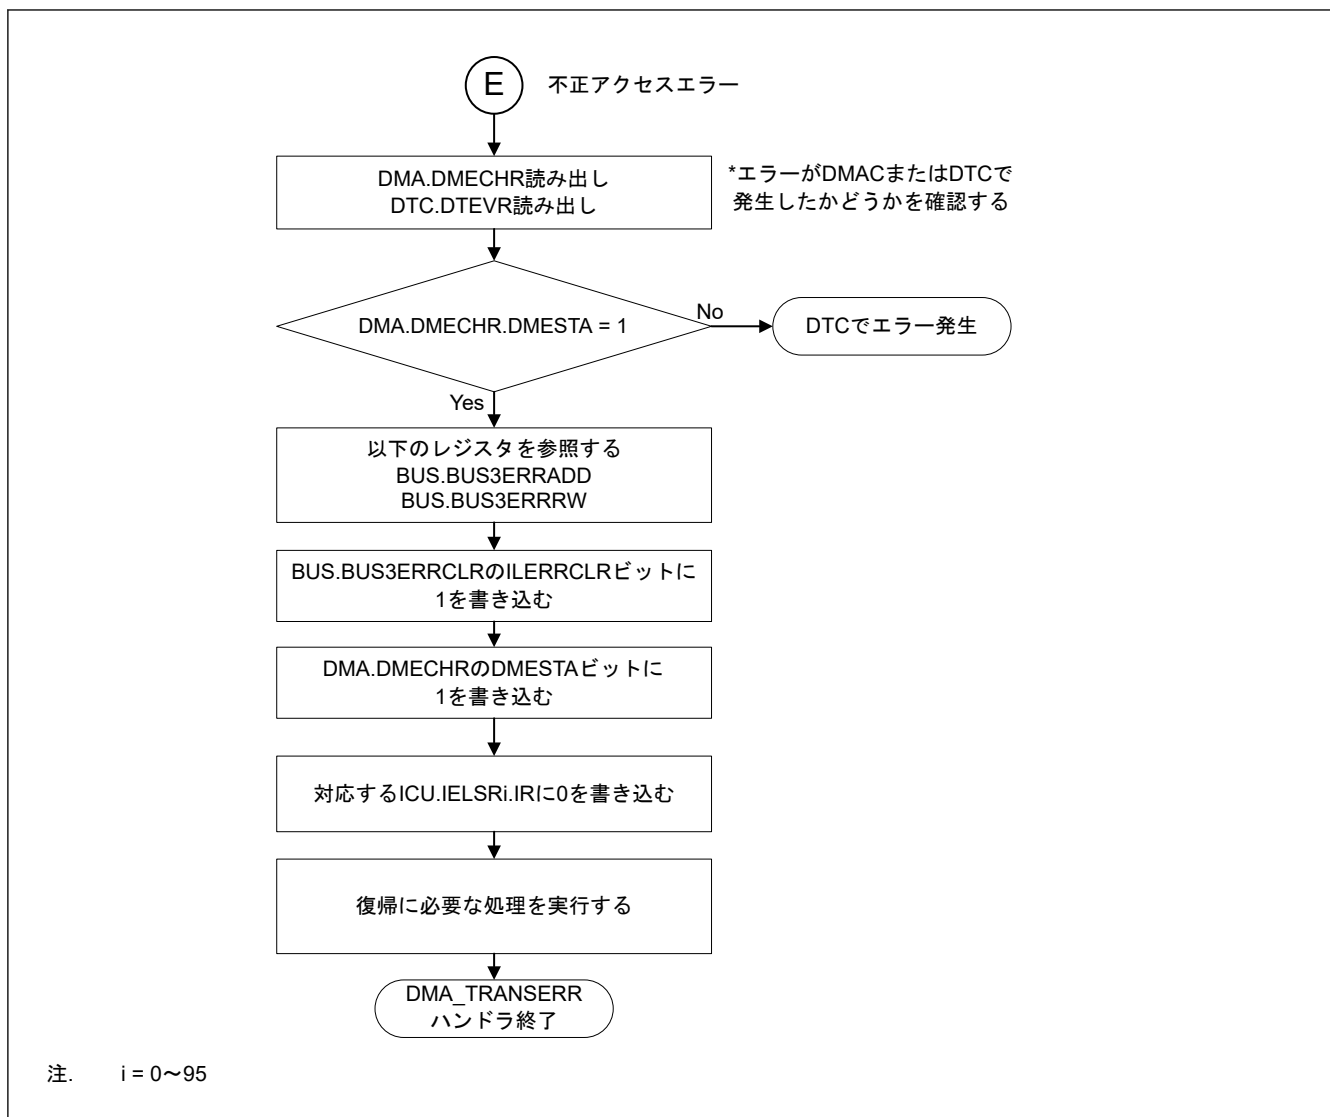

図 16.32 不正アクセスエラーによる DMA_TRANSERR ハンドラの処理
- 図 16.32 に DMAC の不正アクセスエラーが発生したチャネルとセキュリティ属性を確認するフローを示します。